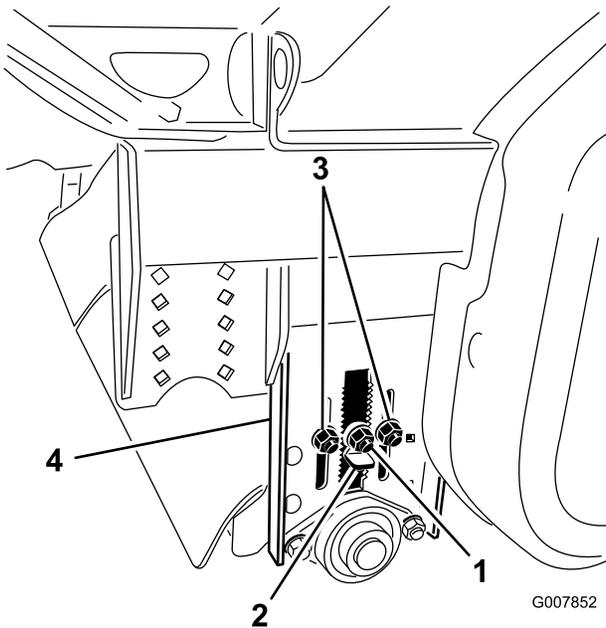

Bild 29
2. Lösen Sie die Sicherungsmutter am Höheneinstellschlüssel (Bild 29) sodass sie ungefähr 13 mm (1/2 Zoll) herausgezogen werden kann.
3. Lösen Sie die Sicherungsmuttern für die Einstellung der Rollenhöhe (Bild 29).
unten, indem Sie die Höheneinstellplatte auf die gewünschte Höhe schieben (Bild 29).